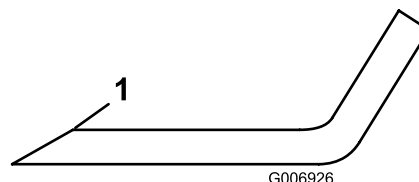

Figura 61
3. Inspeccione los filos de corte de todas las cuchillas. Afílelos si están romos o tienen mellas. Afile únicamente la parte superior del filo y mantenga el ángulo de corte original para asegurar un filo correcto (Figura 61). La cuchilla permanecerá equilibrada si se retira la misma cantidad de metal de ambos bordes de corte.